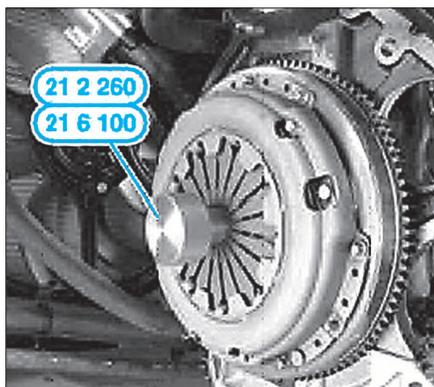

FIG. 3
- Positionner le disque sur le volant à l'aide d'un mandrin de centrage approprié puis mettre en place l'ensemble mécanisme disque sur le volant moteur (Fig.3).